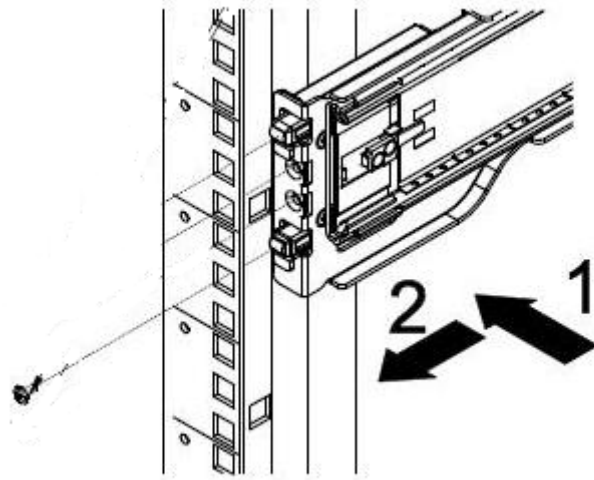

图 1-3
2、使用“M5x0.8x12L”螺丝将导轨固定在角轨上（前后各固定一颗螺丝，前端螺丝固定在导轨最下端的孔位处），如图 1-3 所示。